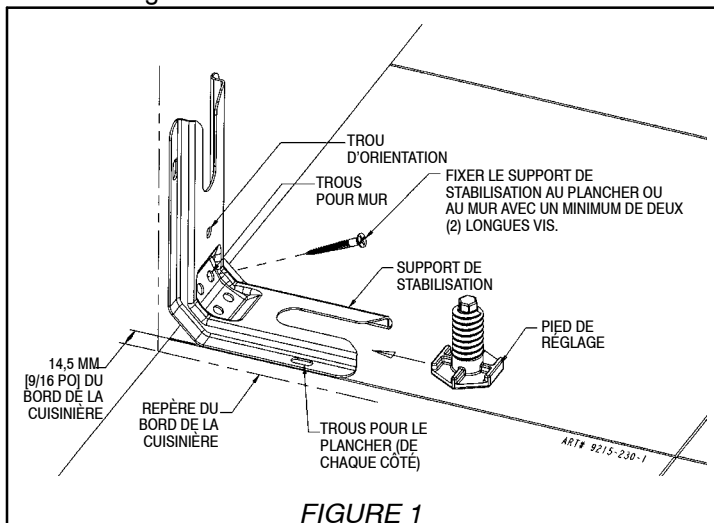
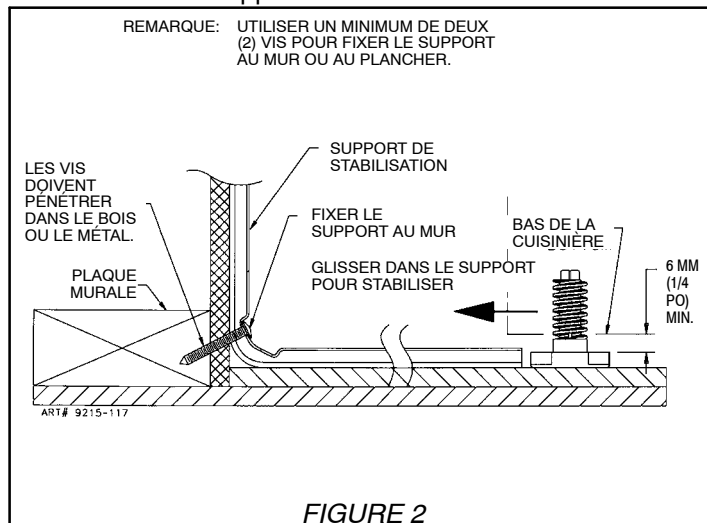

FIGURE 1
FIGURE 2
## ÉTAPE 1 - Emplacement du support (voir figure 1)
- Placer le SUPPORT à 14 mm (9/16 po) de la marque « BORD » en allant vers le centre de l'ouverture et contre le mur arrière tel qu'indiqué à la figure 1, le trou d'orientation étant contre le mur.
- Utiliser le support comme gabarit et marquer l'emplacement de tous les trous pour le type de matériau sur lequel le support doit être fixé, tel qu'indiqué à la figure 1.
- Plancher : Déterminer le centre des deux trous identifiés par « TROUS POUR PLANCHER » à la figure 1. Percer un trou de positionnement de 3 mm (1/8 po) au centre de chaque trou (un clou ou un poinçon peut également être utilisé si une perceuse n'est pas disponible). Fixer le support de STABILISATION au plancher à l'aide des deux vis fournies. Passer à l'ÉTAPE 3.
- Mur : Déterminer le centre des deux trous identifiés par « TROUS POUR MUR » à la figure 1. Percer un trou de positionnement de 3 mm (1/8 po) au centre de chaque trou (un clou ou un poinçon peut également être utilisé si une perceuse n'est pas disponible) tel qu'indiqué à la figure 2. Fixer le support de STABILISATION au mur à l'aide des deux vis fournies tel qu'indiqué à la figure 2. Passer à l'ÉTAPE 3.
- On trouve des vis convenant au ciment ou au béton dans les quincailleries. Percer les trous de positionnement de la grandeur correspondant à celle des vis obtenues en quincaillerie au centre des trous identifiés « TROUS POUR PLANCHER » à la figure 1. Fixer le support de STABILISATION au plancher. Passer à l'ÉTAPE 3.
**REMARQUE :** Un dégagement minimum de 6 mm (1/4 po) est exigé entre la cuisinière et le pied de mise à niveau qui va s'insérer dans le support de stabilisation (voir figure 2).